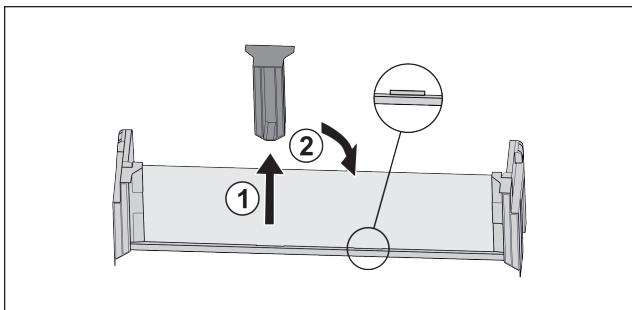

Fig. 110
- Изтеглете средната задържаща част Fig. 110 (1).
- Вкарайте средната задържаща част на втората позиция Fig. 110 (2).